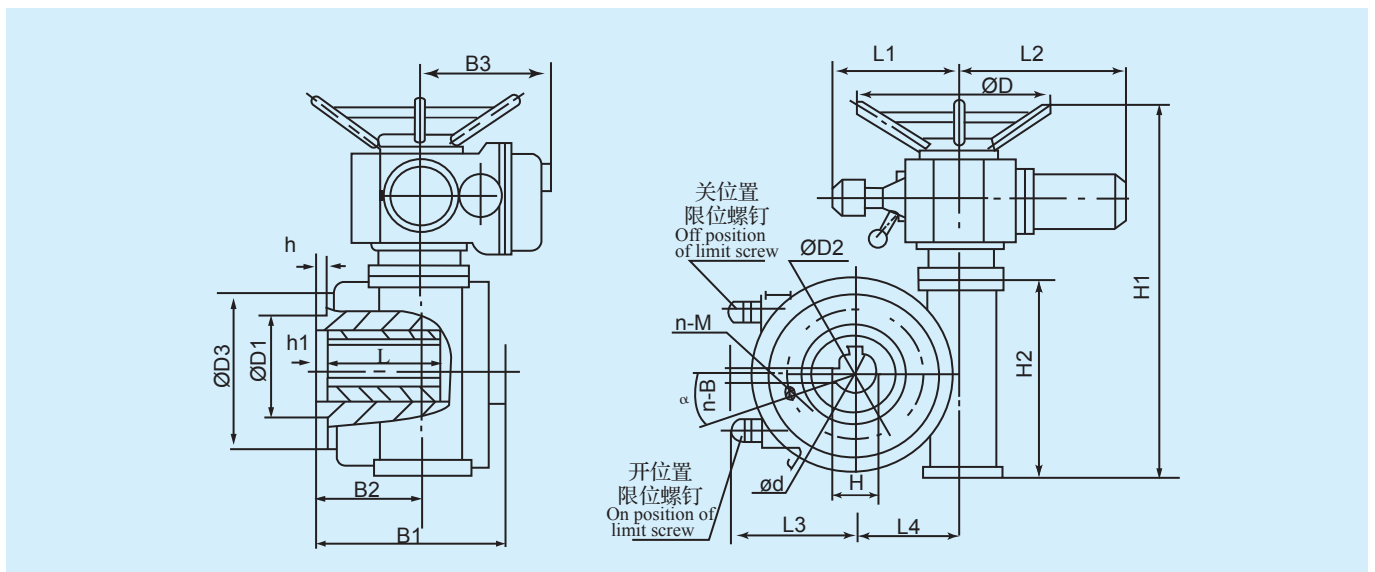

图 3 .DQW的外形图
5.1.2 DQW、DQB的外形和外形尺寸见图3和表3
5.2.2、DQW、DQB与阀门的连接尺寸见图3和表5